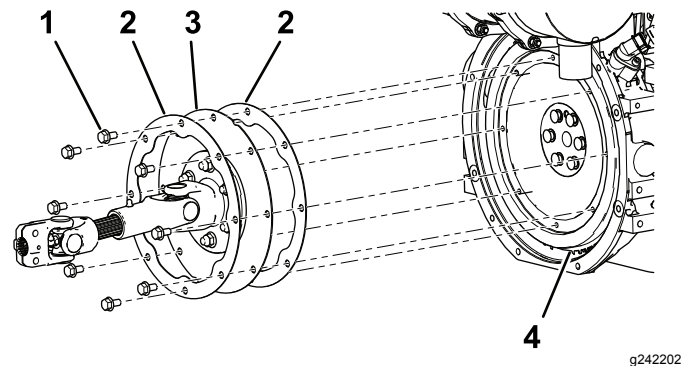

Figura 4
9. Coloque un anillo de respaldo a cada lado en el extremo grande del nuevo árbol de transmisión (**Figura 4**).
10. Alinee los orificios del extremo grande del nuevo árbol de transmisión y los anillos de respaldo con los orificios del volante del motor (**Figura 4**).
11. Aplique un fijador de roscas de resistencia media no permanente a las roscas de los 8 tornillos con arandela prensada más cortos suministrados (**Figura 4**).
12. Sujete el árbol de transmisión y los anillos de respaldo al volante con los 8 tornillos con arandela prensada suministrados (**Figura 4**).